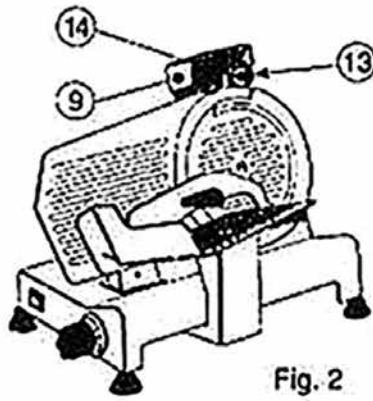

Fig. 2
- 5 Maak de sluitknop (12) op de slijpunit los.
- 6 Hef de slijpunit op, draai het 180° zodat beide slijpwielen in hun slijp werk positie zijn. **Zie Fig. 2**
- 7 Laad de slijpunit zakken tot het in het slot valt. Druk tijdens deze procedure op de knop (13) om het slijp wiel in contact te brengen met de snijkant van het mes.
- 8 Vergrendel de groep door de vergrendelknop (12).
- 11 Na de controle op de aanwezigheid van bramen, schakel de machine in en druk voorzichtig op knop (14) voor ongeveer 3 seconden om de braam die tijdens het slijpen is ontstaan te verwijderen. (in deze laatste fase zullen beide slijpstenen te werken).
- 12 Draai de dikteregelaar (6) terug naar stand "O".
- 5 Loosen the locking knob (12) on the sharpener group.
- 6 Raise the sharpener group, turning it by 180° so that both grinding wheels are in working position. **See Fig.2.**
- 7 Lower the sharpener group until it locks. During this procedure press button (13) to bring the sharpening wheel into contact with the cutting edge of the blade.
- 8 Secure the group by turning the locking knob (12).
- 11 After having verified the presence of burr, switch on and gently press button (14) for about 3 seconds to remove the burr produced during sharpening in (in this last phase, both grinding wheels will be working).
- 12 Turn the graduated knob (6) back to position "O".